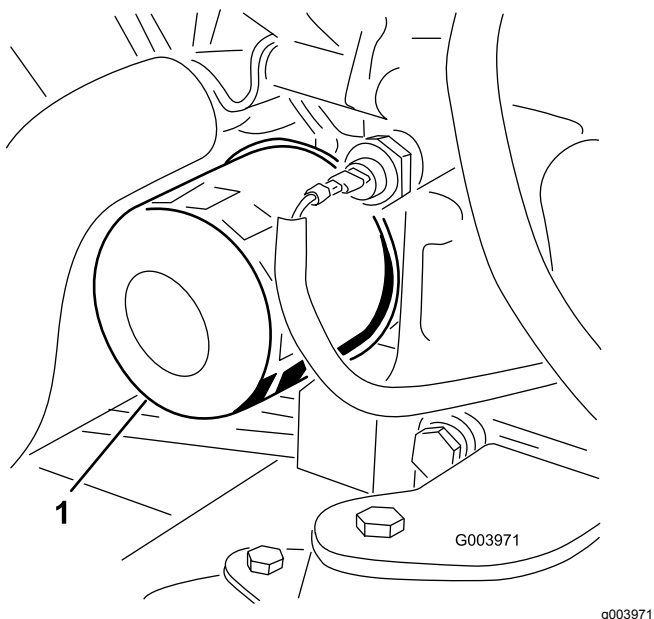

Figura 51
3. Retire el filtro de aceite (Figura 51).